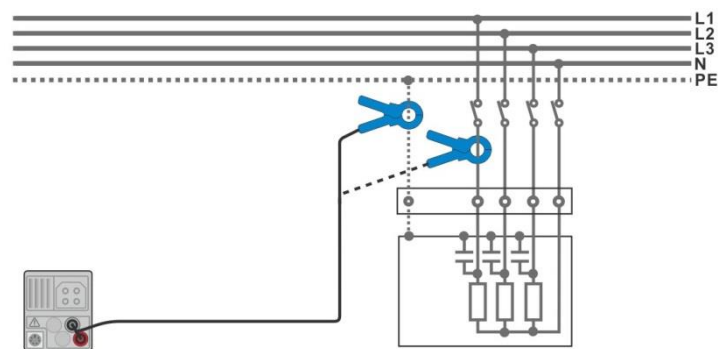

Abbildung 7.75: PE Fehlerstrom- und Laststrommessungen
- › Schließen Sie die Stromzange am Prüfling an, siehe **Abbildung 7.75**.